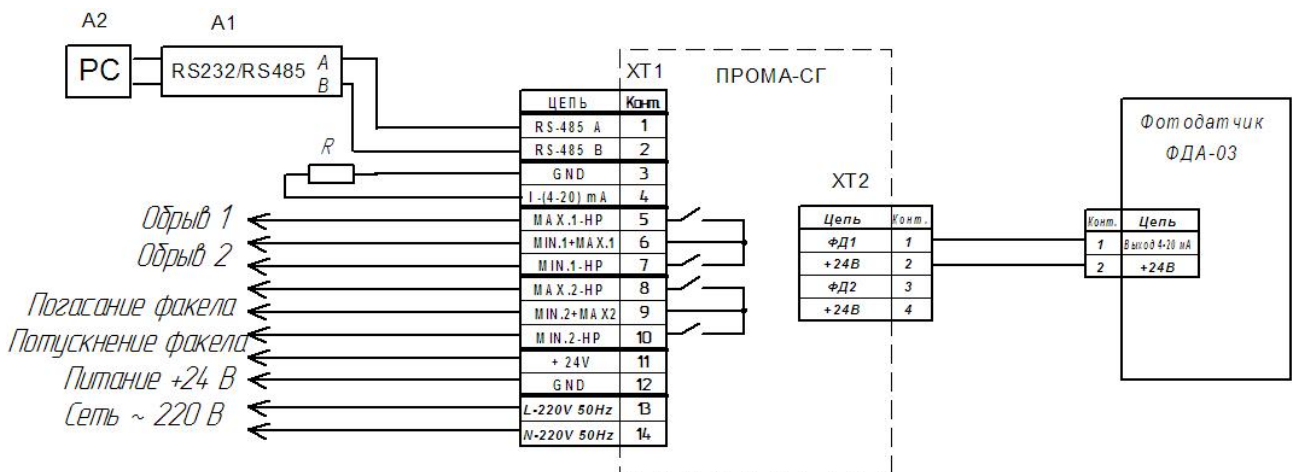

Рис.9. Схема подключения фотодатчика ФДА и сигнализатора ПРОМА-СГ в стандартном варианте (без учета фонового излучения).
10.1. При погасании пламени, т.е. снижении интенсивности горения ниже уставки UST0 (по умолчанию 40%), загорается светодиодный индикатор  контакты реле «Погасание факела» размыкаются и выдают сигнал в схему защиты котла. При появлении контролируемого пламени светодиодный индикатор  гаснет, контакты реле «Погасание факела» замыкаются (см. рис.9, Приложение 1).